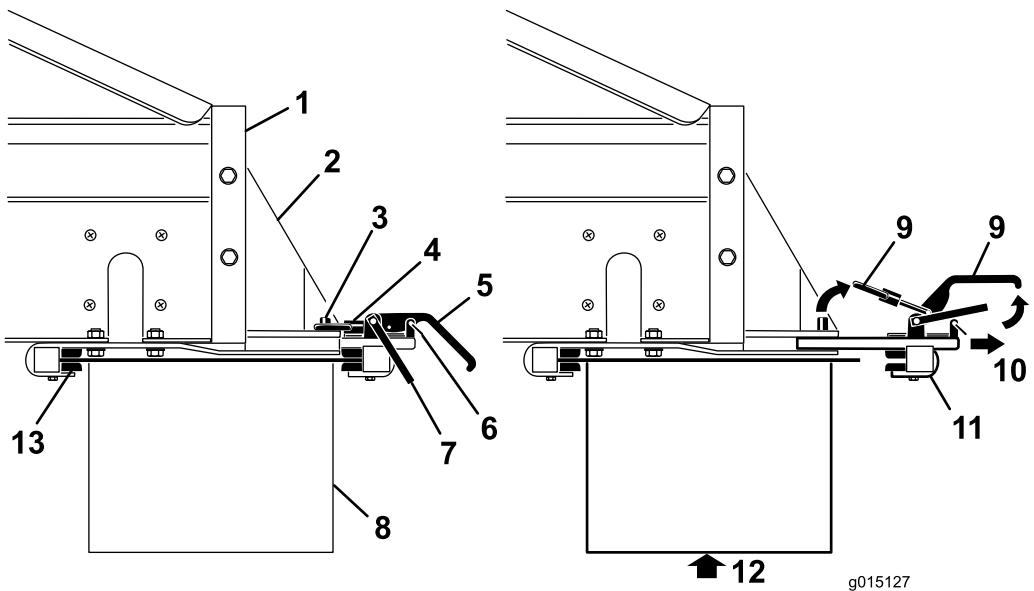

Figura 48
- Rimuovete le clip dei fermi di sicurezza dalle maniglie di attacco (Figura 48).
- Sollevate il fermo di sicurezza, poi le maniglie di attacco dell'accessorio e liberate gli anelli di bloccaggio dai perni di bloccaggio (Figura 48).
- Estraete il gruppo di attacco posteriore dell'accessorio dalle fessure di attacco rapido (Figura 48).
6. Con l'aiuto di una persona, inserite il bordo anteriore del trasportatore trasversale/snodo sopra e sotto la parte posteriore della macchina nei morsetti anteriori sulle staffe (Figura 48).
7. Sostenete il trasportatore trasversale/snodo, facendo scorrere contemporaneamente il gruppo di attacco posteriore dell'accessorio nelle fessure delle staffe, sulla parte posteriore (Figura 48).
9. Montate le clip dei fermi di sicurezza sulle maniglie di attacco (Figura 48).